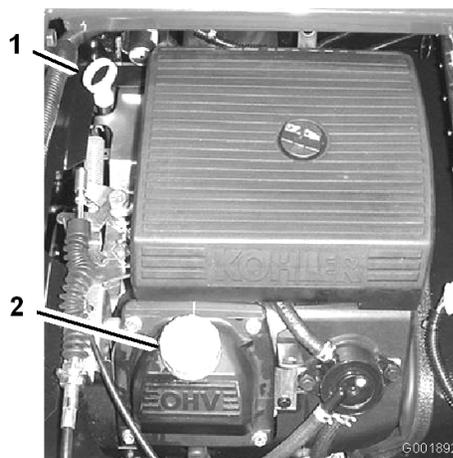

図 48
2. ディップスティックを抜き、ウェスで一度きれいに拭く (図 48)。ディップスティックを、チューブの根元までもう一度しっかりと差し込む。ディップスティックを引き抜いて油量を点検する。
3. オイルの量が不足している場合は、バルブ・カバーについている補給口のキャップ (図 48) を取り、ディップスティックの FULL マークまで補給する。補給するときは、ディップスティックで確認しながら少量ずつ入れる。入れすぎないこと。
8. 所要量の約 80% のオイルを補給口から入れる (図 48)。